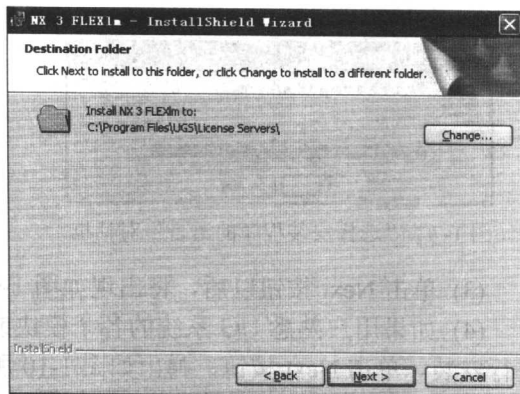

图 1-4 “服务安装目录选择”对话框
(3) 单击 Next 按钮, 将出现“服务安装目录选择”对话框, 用户可以选择服务的安装路径, 如图 1-4 所示“服务安装目录选择”对话框。